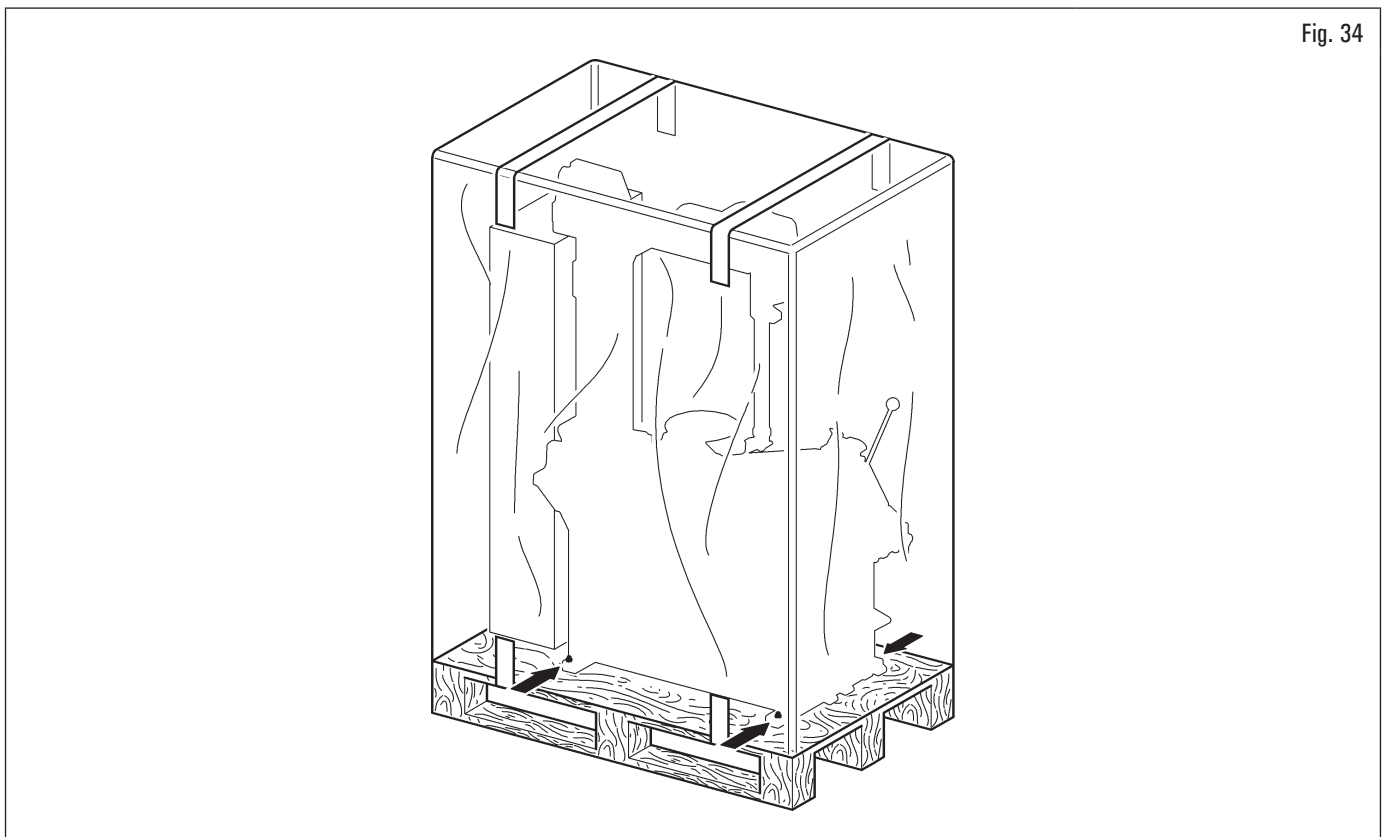

Fig. 34
- L'apparecchiatura viene spedita solitamente parzialmente montata come illustrato in Fig. 34.
- sollevare con cautela, adoperando adeguati mezzi di sostegno del carico, in perfetta efficienza, utilizzando gli appositi segnali posti sull'imballo Fig. 34.